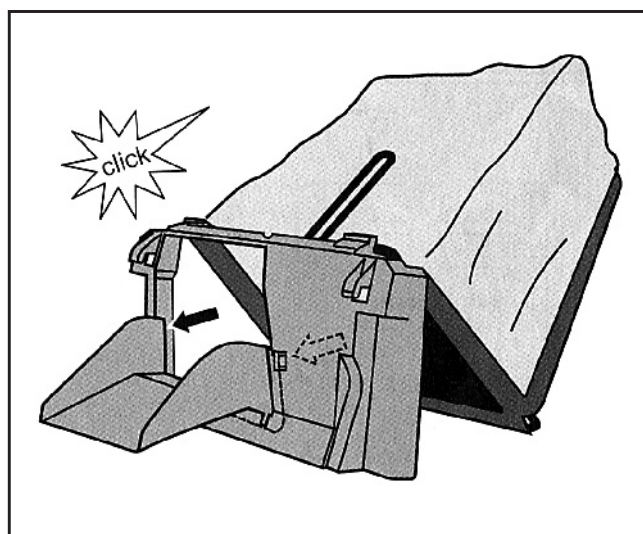

Fig. 6
- Appuyez par l'arrière pour assurer son verrouillage sur le volet (Fig. 6).
- Apretar por detrás para asegurar su bloqueo sobre la trampilla (fig. 6).
- Carregue na parte de trás para bloqueá-lo na tampa (fig.6).